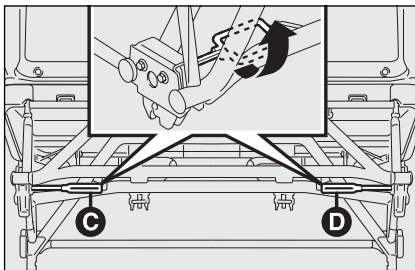

fig. 34
- draai vanuit de ingeklapte stand de hendels **C** en **D**-fig. 34 naar voren (zoals aangegeven op de sticker op de ondertraverse);